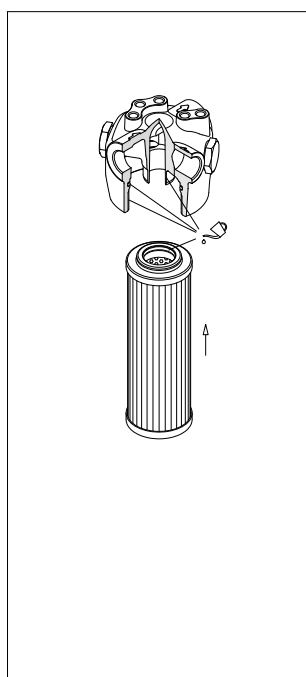

fig. 14
- (Fig. 14) Lubrificare con il fluido di lavoro l'O-ring dell'elemento filtrante, il codolo, l'O-ring e la sede della testata, quindi calzare l'elemento filtrante sul codolo. Prestare attenzione a non danneggiare la guarnizione O-ring